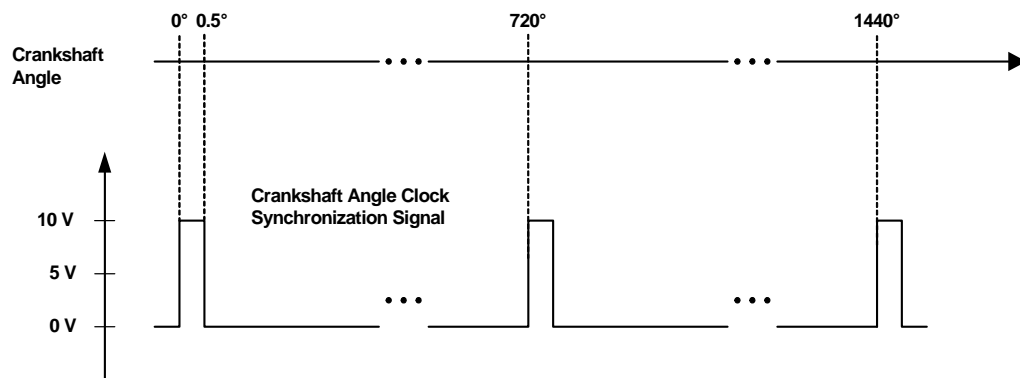

Abb. 9-9 Synchronisationssignal auf den Nulldurchgang des Nockenwellenwinkels
- des Synchronisations-Signals auf den Nulldurchgang des Nockenwellenwinkels (siehe Abb. 9-9)